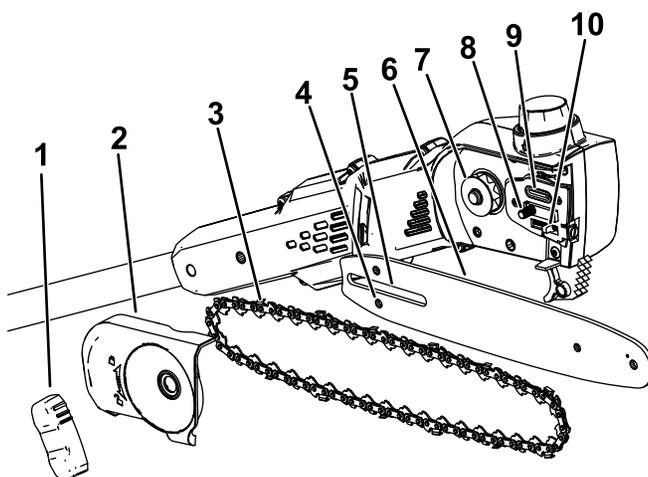

Figura 3
2. Retire la cubierta lateral: gire el pomo de la cubierta de la espada en sentido antihorario hasta que se retire el pomo y, a continuación, retire la cubierta lateral (Figura 3)
5. Coloque el bucle abierto de la cadena (el lateral que no está montado en la espada) alrededor del piñón de arrastre en la podadora de altura (Figura 3).
**Importante:** Asegúrese de que el espárrago de ajuste de la cadena está insertado en la ranura del espárrago de ajuste en la espada guía (Figura 3).